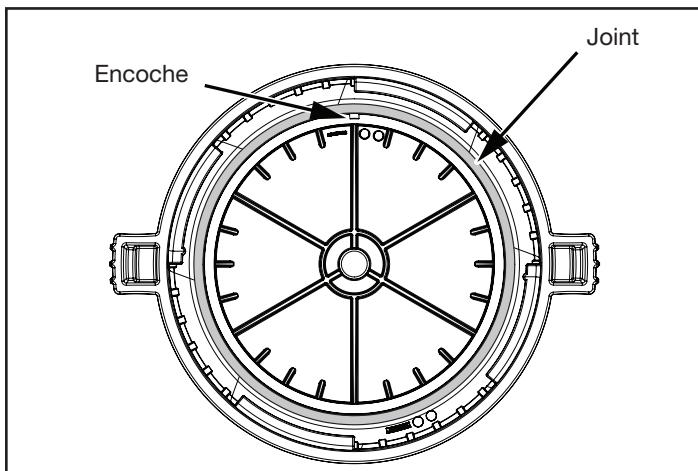

Figure 9. Joint torique dans le couvercle
7. Inspecter le joint torique situé dans le couvercle à la recherche de débris ou de dommages. Reportez-vous à la Figure 9. Si nécessaire, insérer un tournevis à tête plate dans l'encoche pour aider à retirer le joint torique. S'il y a des signes de dégradation, d'imprégnation de débris ou de déchirure du joint torique, remplacer immédiatement le joint d'étanchéité. Utiliser uniquement des lubrifiants pour joints toriques à base de silicium pour faciliter l'assemblage.